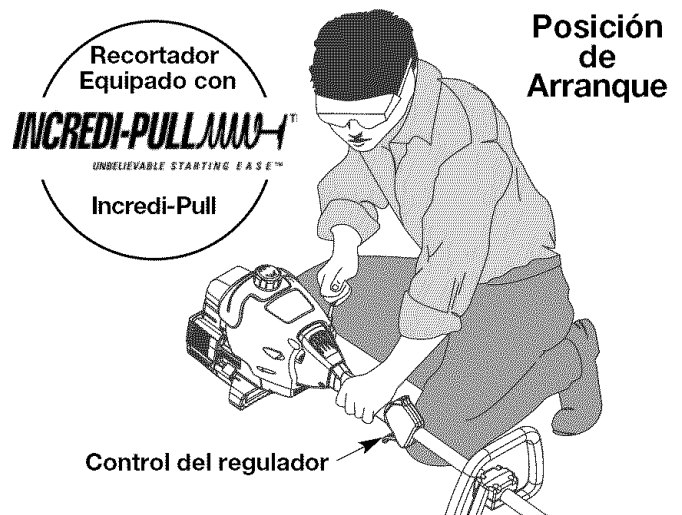

Fig. 5
ADVERTENCIA: Evite los arranques accidentales. Colóquese en posición de inicio cuando tire de la cuerda de arranque (Fig. 5). El operador y la unidad deben estar en una posición estable al arrancar la unidad para evitar graves lesiones personales.
5. Colóquese en la posición de arranque y **no apriete el control de aceleración** (Fig. 5). Hale el cordón de arranque con un **movimiento controlado y uniforme** hasta que el motor arranque.